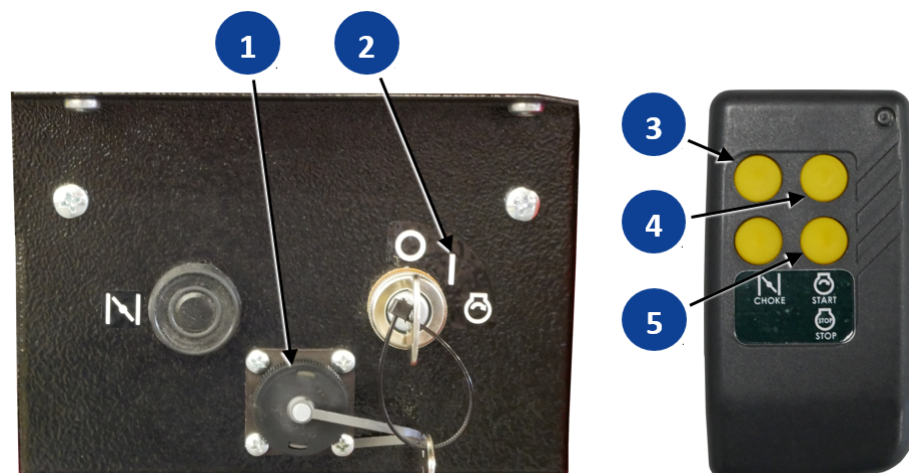

Abb. 1-4 Funk-Fernbedienung Inbetriebnahme
1. Schrauben Sie die Schutzkappe der CPC-Fernstartsteckdose Abb. 1-4 Funk-Fernbedienung Inbetriebnahme-**1** entgegen dem Uhrzeigersinn ab.
1. Bringen Sie den Motorstart-Schalter in die Position „I“ (vgl Abb. 1-4 Funk-Fernbedienung Inbetriebnahme -**2**)